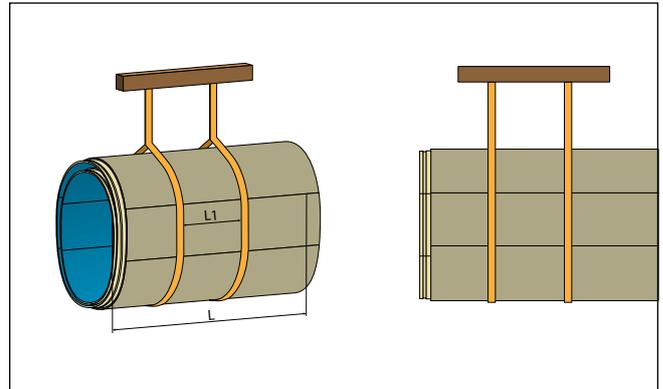

Fig. 14: Elevação de tubos telescópicos, ( $L_1 = 0,6 \times L$ )
- Eleve sempre o conjunto de tubos telescópicos utilizando pelo menos duas cintas de transporte flexíveis. O espaçamento das cintas e a sua capacidade de carga devem ser sempre escolhidas em função do conjunto de perfis de tubos em causa (Fig. 14).